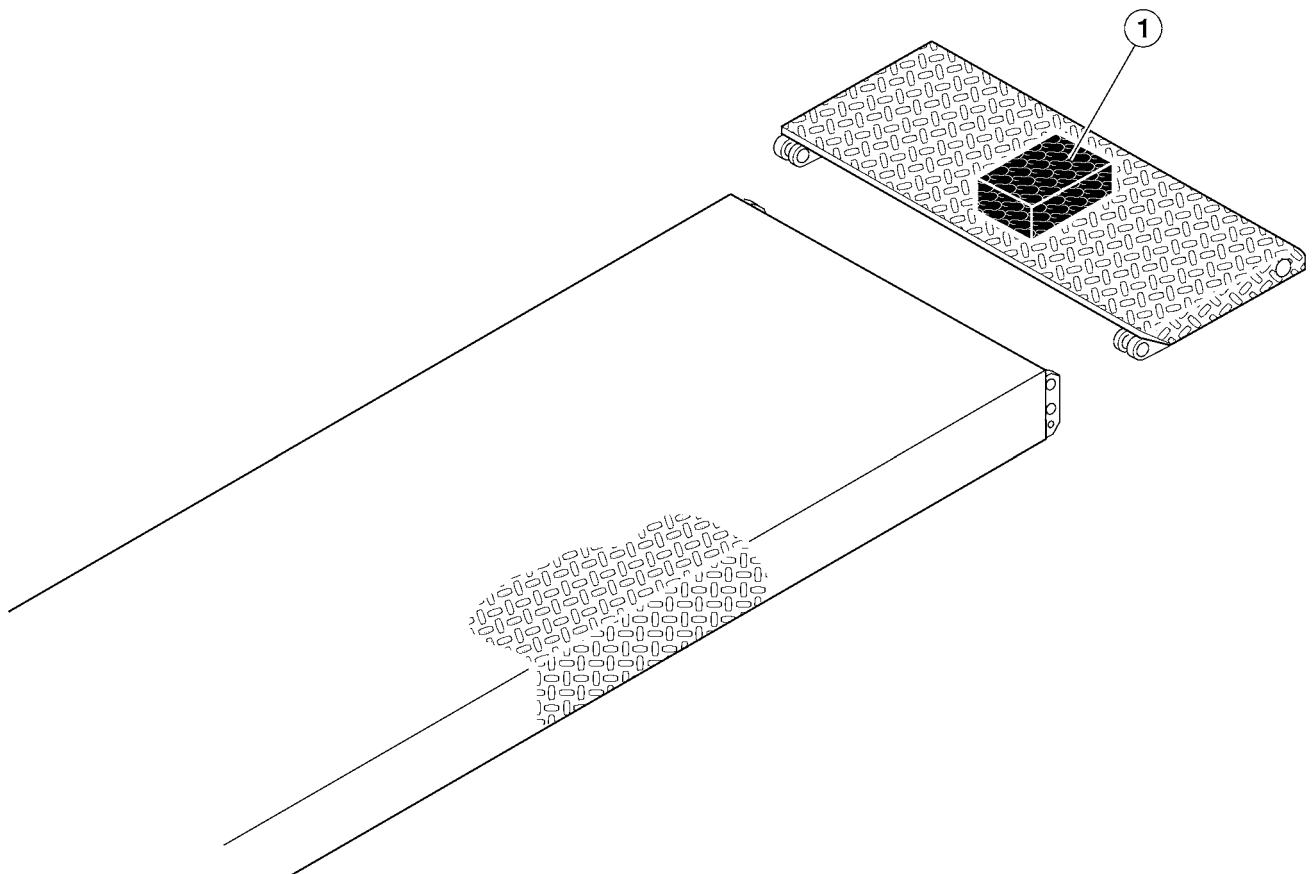

Fig. 18
Vengono forniti i tamponi (1) (fig. 18) cod. 412099 (20 x 120 x 160).
Buffers (1) (fig. 18) part no. 412099 (20 x 120 x 160).
Es werden Stempel (1) (Abb. 18) Art.-Nr. 412099 (20 x 120 x 160).
Sont fournis les tampons (1) (fig. 18) code 412099 (20 x 120 x 160).
Se suministran los tampones (1) (fig. 18) cód. 412099 (20 x 120 x 160).